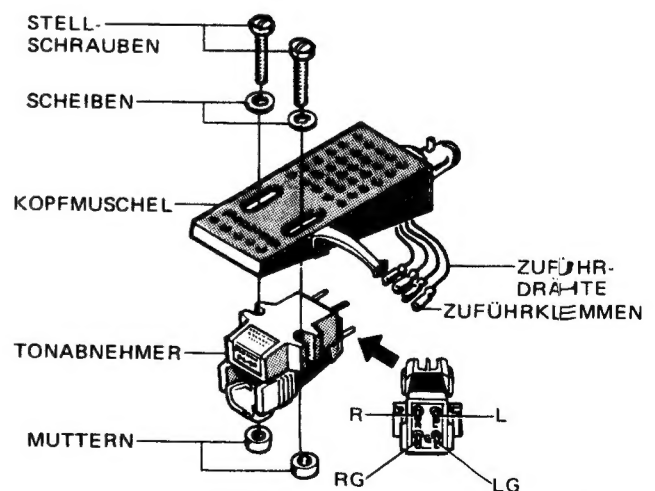

Abb. 1
1. Kopfmuschel, Stellschrauben, Muttern, Scheiben und Überhang-Meßlehre aus der Zubehörschachtel nehmen (Abb. 1).